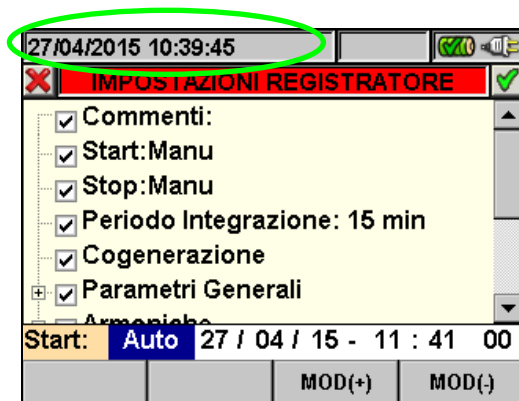

Fig. 81: Data/Ora corretta
2. Premere i tasti **F3** o **F4** (oppure **MOD(+)** o **MOD(-)** a display) per incrementare o decrementare di una unità il valore delle cifre fino ad impostare il valore desiderato **coerente** con la data di sistema (vedere la Fig. 81).